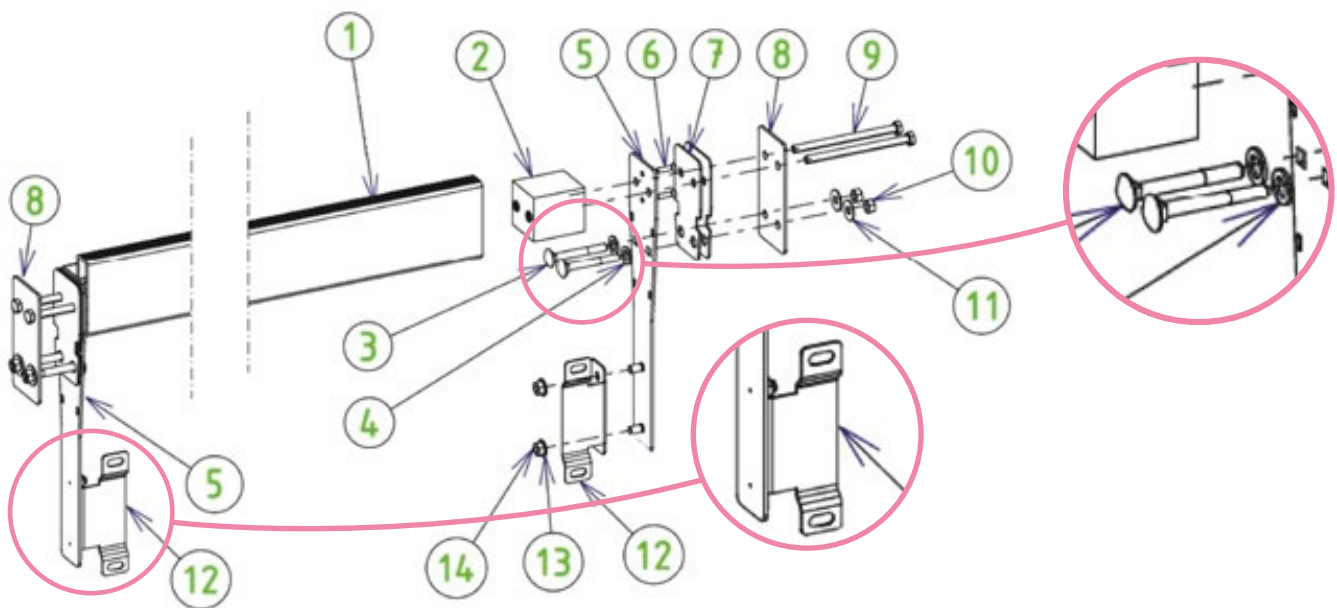

Figure 42 – Ensamblaje y montaje de la vigueta
Los pasos para montar la viga se muestran en la Figure 42. Los tornillos necesarios para este montaje están en el paquete Y. En esta figura, la pared de madera se encuentra entre las partes 7 y 8, y el revestimiento se encuentra entre las dos juntas de goma (7).
- Pegar las dos juntas autoadhesivas restantes (7) a las placas (5) en el lado opuesto a las pequeñas varillas roscadas (las otras dos juntas se pegaron a la madera antes de que se instalara el revestimiento). Alinear los agujeros de las juntas (7) con los de las placas (5).
- Fijar las placas (5) a las placas de los mostradores (8): las placas (5) están situadas dentro de la piscina con su junta en contacto con el revestimiento, y las placas de los mostradores (8) están situadas fuera de la piscina. Para ello, utilice los agujeros inferiores perforados en la sección 9.2.
- Este ensamblaje se realiza desde el interior de la piscina utilizando cuatro tornillos de cuello cuadrado de acero inoxidable A4 de 8 × 70 (3) con arandelas de goma de 8 mm de diámetro (4), en los que se insertarán arandelas de acero inoxidable A4 de 8 mm de diámetro (11) y tuercas (10) en el exterior de la cuenca.
- Los agujeros superiores de la pared de madera hechos en el párrafo 9.2 deben estar alineados con los restantes agujeros de 8 mm de diámetro de las placas (5) y contraplacas (8).
- **ATENCIÓN:** Las arandelas de goma (4) son esenciales para la estanqueidad de la piscina.
- Montar los dos soportes de apoyo de la pared divisoria (12) en las placas (5) con cuatro tuercas (14) y cuatro arandelas (13) de 8 mm de diámetro de acero inoxidable A4. Asegúrese de que los salientes en los que los agujeros ranurados de los soportes (12) están situados en el lado opuesto del skimmer y el eje de la cubierta automática (véase el zoom de los soportes de la pared divisoria (12) en la *Figure 42*).
- Inserte los bloques de poliamida (2) a ambos lados de la viga (1) con un mazo, asegurándose de que los insertos de latón con los que están equipados los bloques de poliamida están colocados hacia el interior de la viga.
- Instale la viga en la cuenca, opuesta a las placas de la viga (5), hasta que los agujeros de los bloques de poliamida coincidan con los de las placas (5) y las contraplacas (8). Fijar la viga desde el exterior de la piscina con cuatro tornillos de cabeza hexagonal A2 de acero inoxidable de 8 × 120 (9).
Por último, fije la pared de separación sobre las escuadras (parte 12 de la *Figure 42*) mediante cuatro tornillos estufa (7) de 8 × 16, cuatro arandelas y cuatro tuercas de 8 mm de diámetro de acero inoxidable A4.